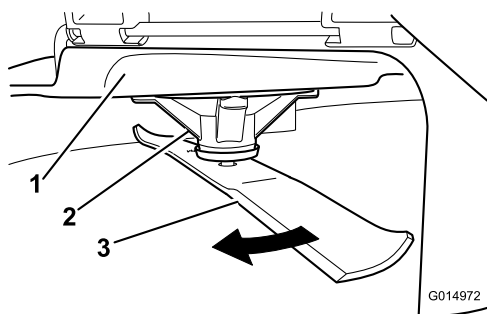

Figura 56
2. Indossando guanti dalla spessa imbottitura o altre protezioni idonee per le mani, ruotare lentamente la lama in una posizione che consenta di misurare la distanza tra il bordo di taglio e la superficie piana su cui si trova la macchina (Figura 56).